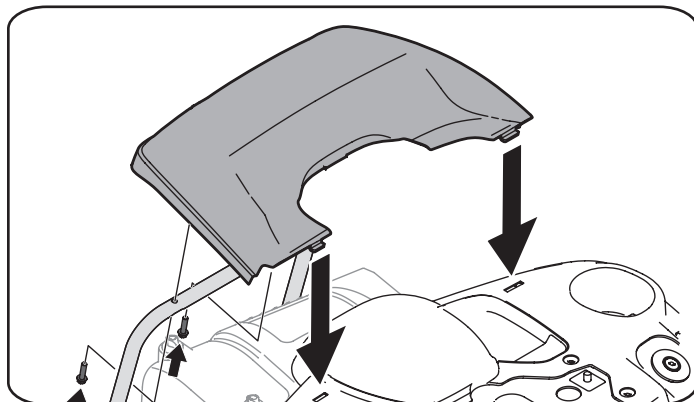

Figura 13
1. Extraiga los dos tornillos hexagonales instalados en fábrica ubicados en la ménsula de montaje de la tapa trasera del motor. Guarde los tornillos para uso posterior. Vea la Figura 13.
2. Coloque la tapa trasera del motor ubicándola en su lugar como se indica en la Figura 13. Incline la tapa del motor hacia adelante para que calce dentro de las ranuras provistas, luego rótelas hacia atrás para alinear los orificios de montaje.